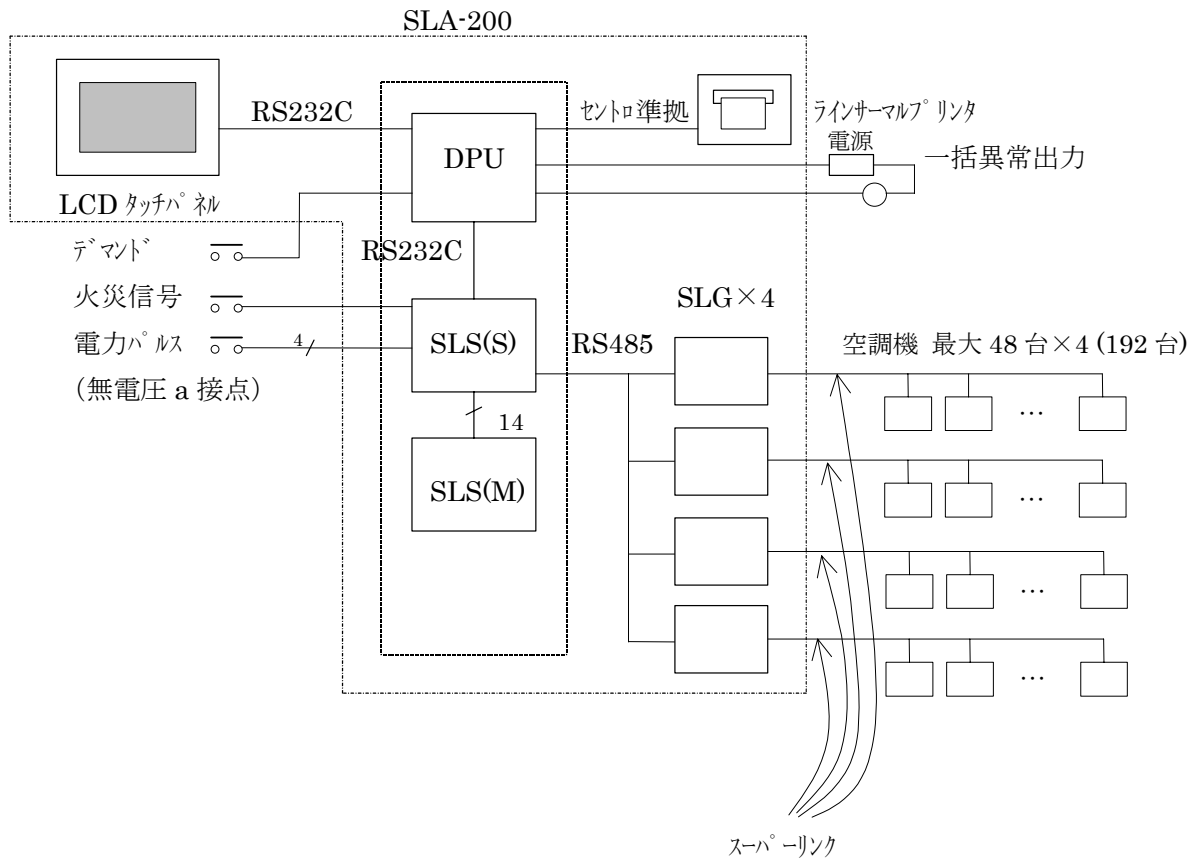

図 1.2 システム構成図
(3) 5,8,10馬力のGHP室外機が1台でも混在するときは、図1.2に示す空調機の最大48台は44台となり、他に下表の台数制限があります。